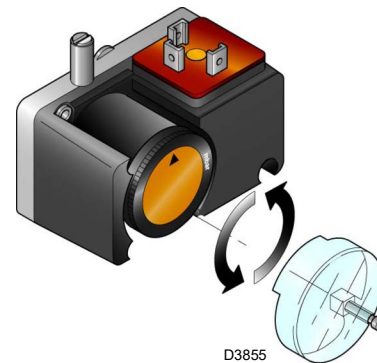

Fig. 32
- Regular el presostato para el control de estanqueidad (Kit PVP) (Fig. 32 a pág. 34), si está presente, según las instrucciones suministradas con el kit.
Regular el presostato para el control de estanqueidad (kit PVP)(Fig. 32) si está presente, según las instrucciones suministradas con el kit.